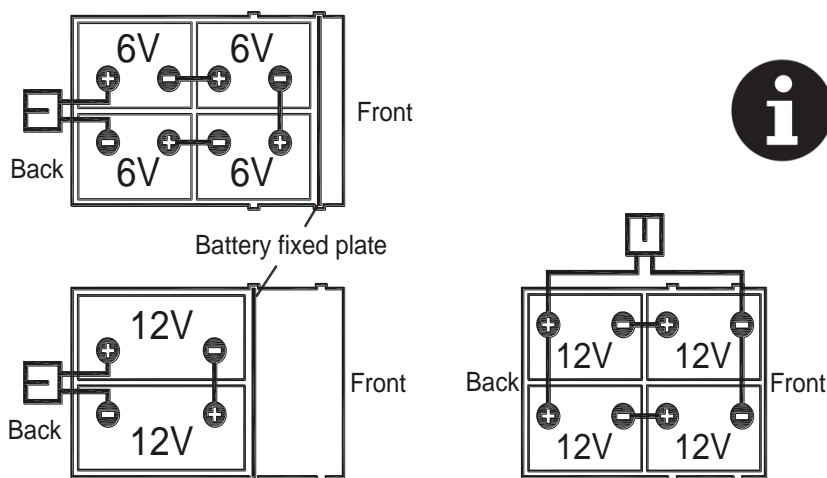

Figura 4
4. A máquina é fornecida com cabos adequados para instalar duas baterias de 12V ou quatro baterias de 6V. Coloque as baterias no compartimento e instale-as correctamente. Colocar a placa fixa da bateria corretamente como (Figura 4).
5. Encaminhe e instale o cabo da bateria como mostrado na (Figura 4), e aperte a porca em cada terminal da bateria.